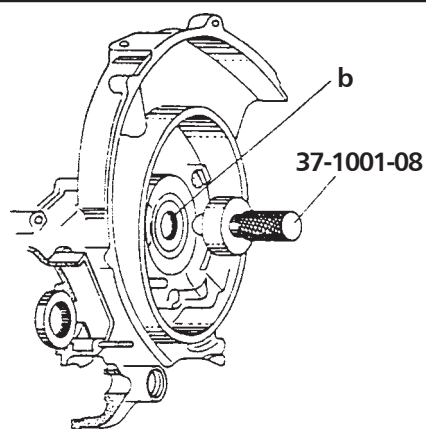

Figura 44 - Remoción del retenedor de aceite del lado del magneto.
1. Retenedor de aceite del lado del magneto. Después de retirar la balinera del lado del magneto, saque el sello de aceite golpeándolo con el punzón 37-1001-08 como se muestra en la **figura 44**.